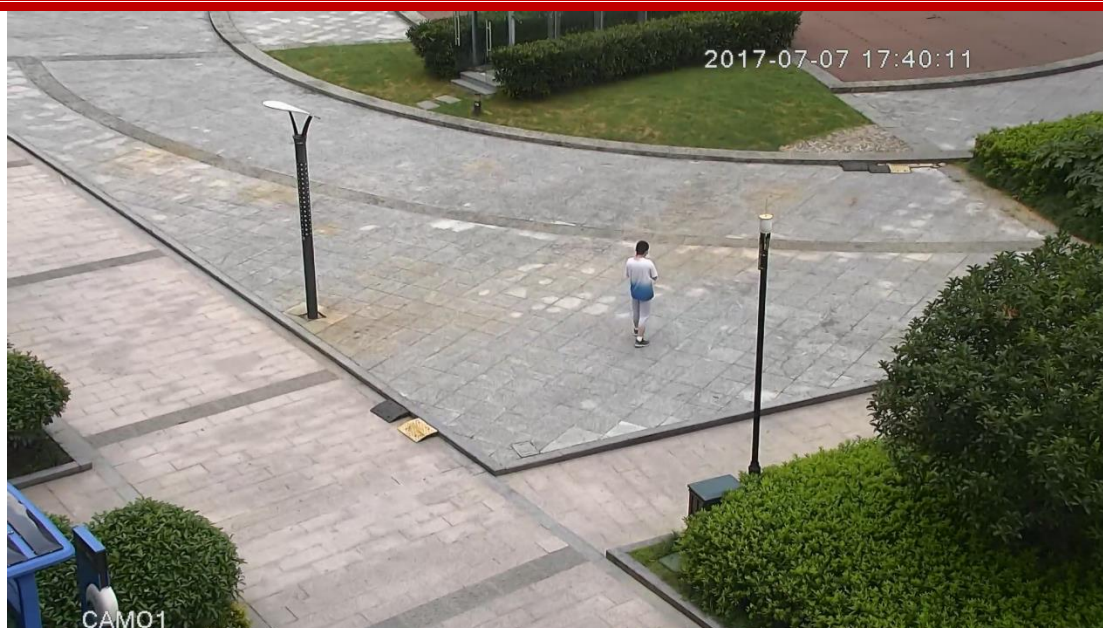

图 13
1、当检测到画面有目标（人、车）时，转动球机把目标置于画面中心位置，如图 13 所示：